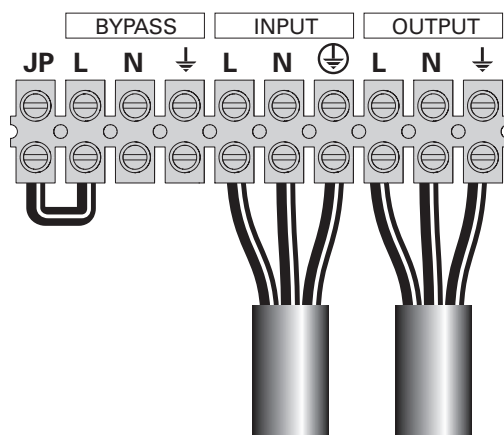

Рисунок 17.
- 1 - Убедиться, что металлическая перемычка L-JP установлена (см. Рис. 17).